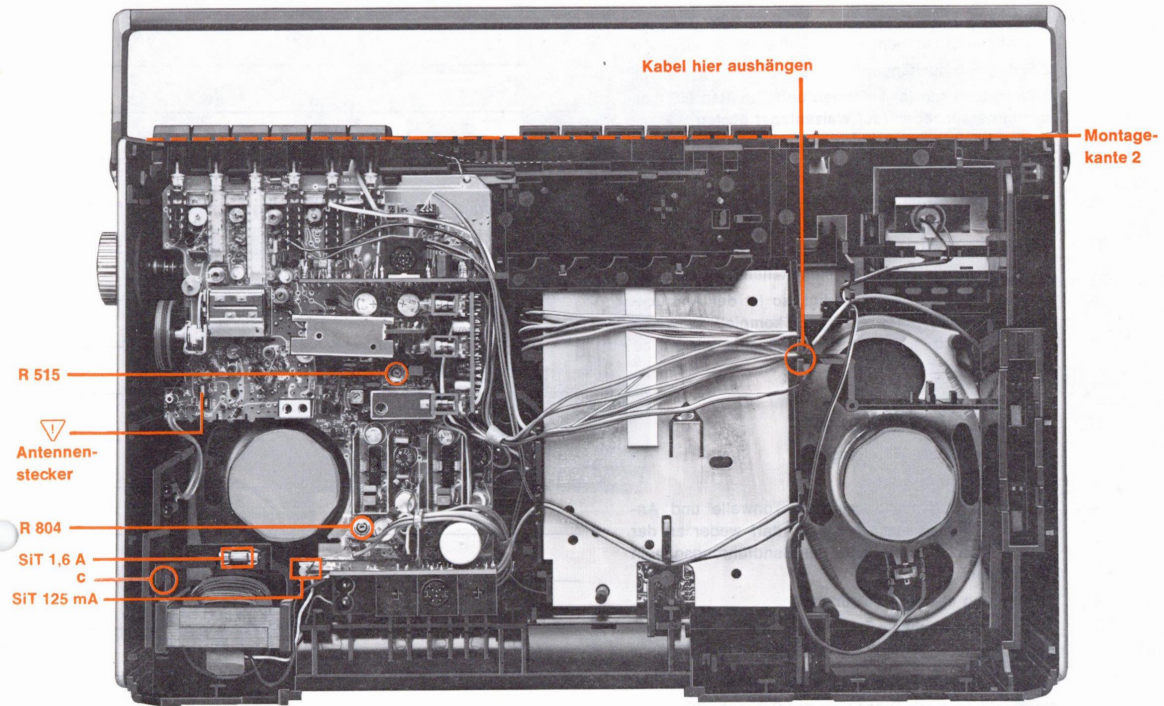
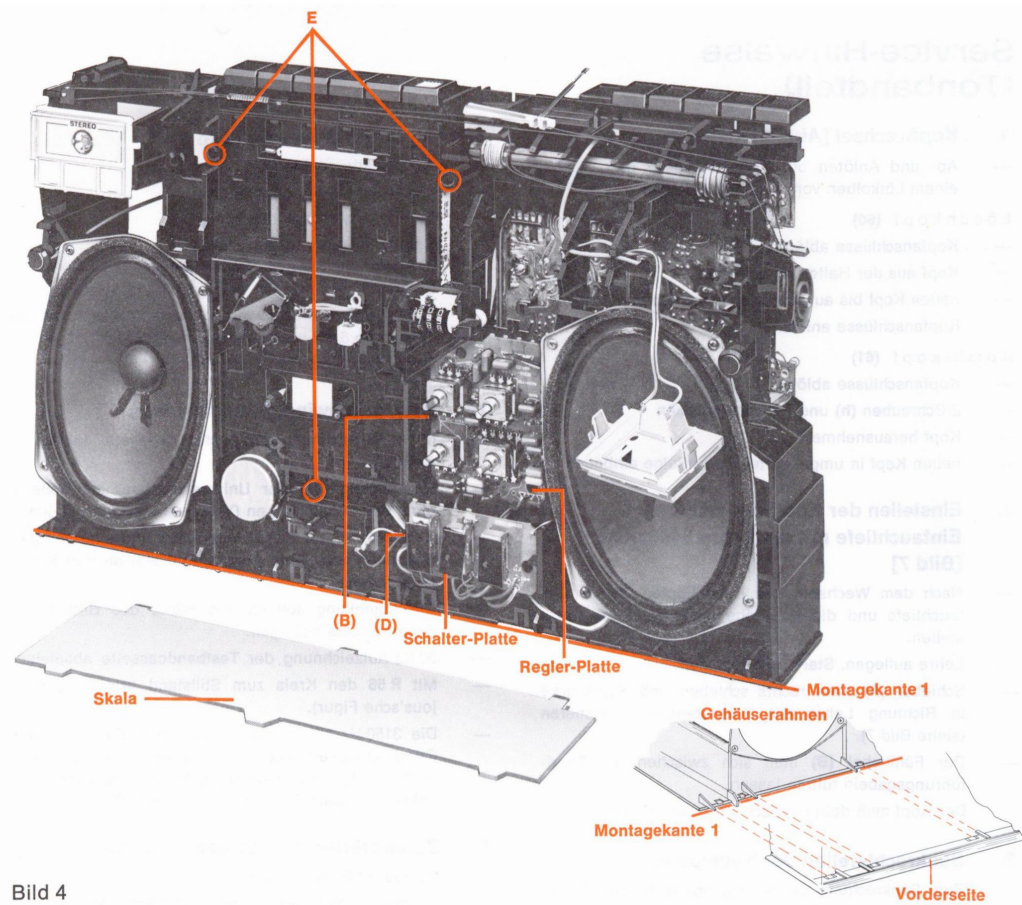

Bild 2
Bild 4
- Chassis oben vom Gehäuse-Vorderteil lösen (das Chassis ist nur gesteckt) und Chassis herausheben (trennt sich von Montagekante 1) [Bild 4].
- Skalenseil auf die Rastnasen (A) heben [Bild 4].
- Rastnasen (A) etwas anheben und Skala herausnehmen.
- 1.4 Ausbau der Regler-Platte [Bild 4, 5]**
- Schnapphaken (B) lösen.
- 1.5 Ausbau der Schalter-Platte [Bild 4, 5]**
- Schnapphaken (D) lösen.
- 1.6 Ausbau des Trafos [Bild 2]**
- Schnappverschluß (C) lösen.
- 1.7 Ausbau des Cassetten-Bausteins (CB 95) [Bild 4]**
- 3 Schrauben (E) herausdrehen.
- Kabelverbindungen aus den Kabelhalterungen aushängen [Bild 2].